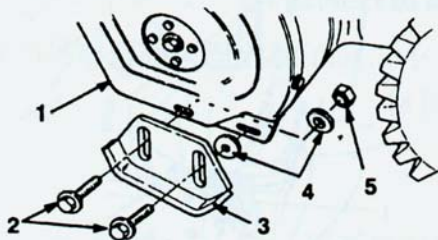

图 10
3. 旋下紧固刮板和侧板的 2 个螺栓和垫片。(图 10)
5. 每个滑轨和侧板之间插入一个垫片。不要旋紧螺栓。(图 10)
7. 侧板后面(侧板内侧), 安一个垫片和一个锁紧螺母。不要旋紧螺栓。(图 10)